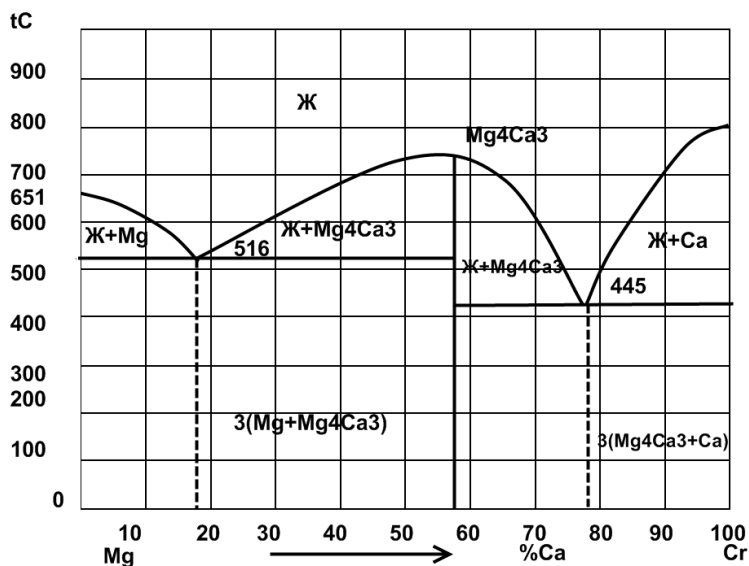

Рис. 5 Диаграмма состояния магний – кальций (Mg – Ca)
2. Вычертите диаграмму состояния системы магний — кальций. Опишите взаимодействие компонентов в жидком и твердом состояниях, укажите структурные составляющие во всех областях диаграммы состояния и объясните характер изменения свойств сплавов в данной системе с помощью правил Курнакова (рис. 5).